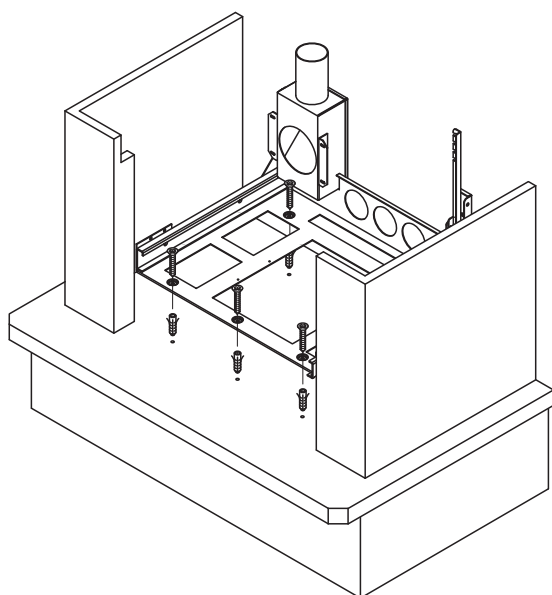

Fig. 6.1.8
- 2) Positionner et fixer le soubassement au plan de la cheminée à l'aide des chevilles (Fig. 6.1.8);